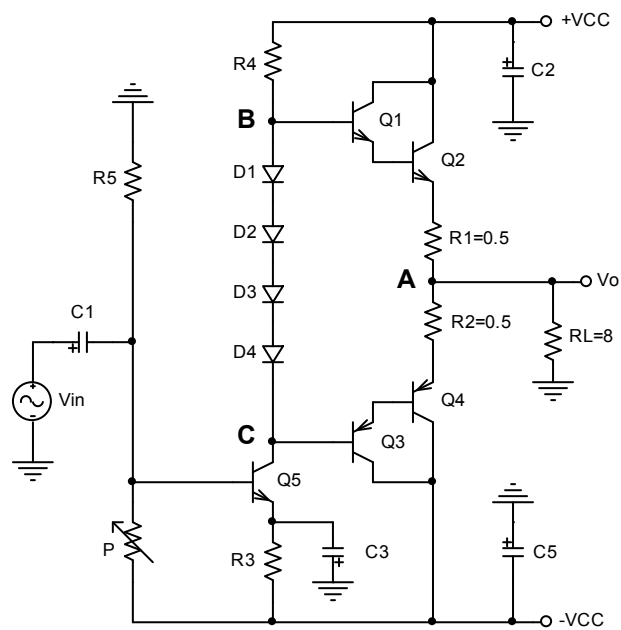

Figura 2-1: Amplificador Push-Pull.
**Fase 1- Projete o circuito da Figura 2-1 obedecendo as seguintes especificações:**
- 1 - Conservar os valores dos componentes calculados para o circuito da Figura 2-1, exceto o capacitor  $C_1$ .
Utilizando o mesmo indutor acoplado da experiência anterior, dimensione o modulador AM de alto nível da Figura 2-1, de forma a atender as especificações abaixo: